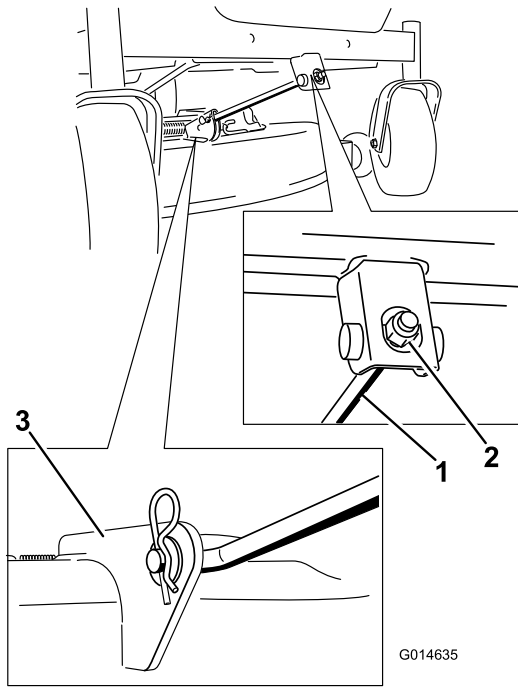

図 74
5. 前サポートロッドについているヘアピンコッターを抜き取り、デッキブラケットからロッドを取り外す図 74。
6. 前部のサポートロッドをデッキに取り付け、クレビスピンとヘアピンコッターで固定する 図 74。